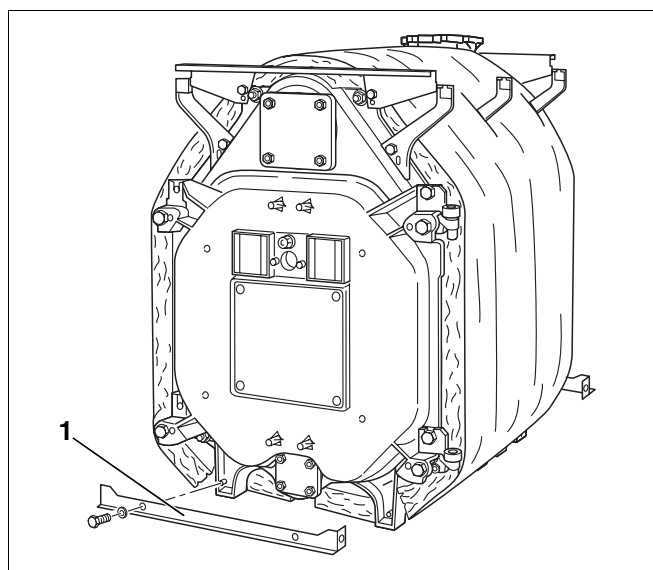

Fig. 43 Montarea șinei transversale inferioare
- Șina transversală de jos, din față (fig. 43, **poz. 1**) și din spate se fixează cu câte 2 șuruburi mecanice cu cap hexagonal de picioarele elementelor respective. Profilele acestor traverse trebuie să fie orientate spre exterior.